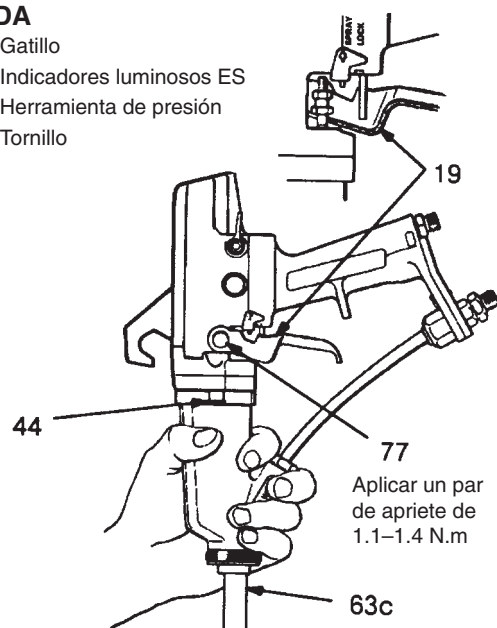

Fig. 15
5. Si se hubiere retirado el alojamiento del asiento de bola (14), insertar la herramienta de presión (63c) [ver Fig. 15] en la parte anterior de la pistola y tirar cuidadosamente la aguja antes de deslizar el gatillo en su sitio e instalar los tornillos y separadores. A continuación, retirar la herramienta y volver a colocar el alojamiento del asiento de bola.